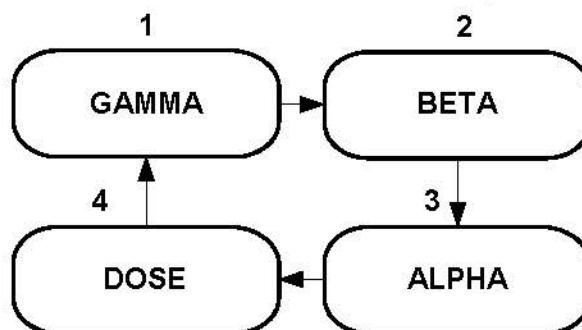
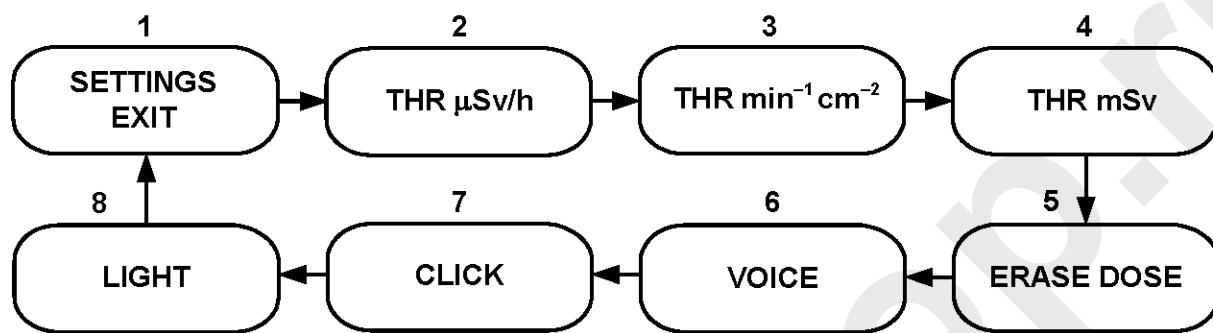

Рис. 2 Схема переключения режимов работы прибора
Рис. 3 - Схема переключения установок сигнализаций
- б) переключение режимов работы осуществляется кратковременным нажатием (менее 1 с) кнопки «MODE» согласно схеме представленной на Рис. 2;
в) При длительном (более 2 с) нажатии кнопки «**MODE**» в любом из режимов «**GAMMA**», «**BETA**», «**ALPHA**» или «**DOSE**» прибор переходит в меню установок (на дисплее - «**SETTINGS EXIT**»). Установки сигнализаций циклически меняются по кругу кратковременными (менее 1 с) нажатиями кнопки «**MODE**» согласно схеме представленной на Рис.3. Выход из меню установок в основное меню режимов работы (Рис.2) – длительное удержание кнопки «**MODE**» при индикации на дисплее «**SETTINGS EXIT**».
Включить питание прибора (однократно нажать и отпустить кнопку «**POWER**»). При длительном (более 2 с) нажатии кнопки «**MODE**» в любом из режимов «**GAMMA**», «**DOSE**» «**BETA**» или «**ALPHA**», прибор переходит в меню установок (Рис.3), и на дисплее первоначально индицируется «**SETTINGS EXIT**». Кратковременными нажатиями кнопки «**MODE**» установить в верхней строке дисплея режим установки «**VOICE**» (Рис.3). Режим речевого озвучивания измерения мощности дозы «**PERIODICAL**», «**MANUAL**» или «**OFF**» (на нижней строке) выбирается путём длительного удержания кнопки «**MODE**»:
ВНИМАНИЕ. В режиме «GAMMA» (при включённом «ручном» озвучивании - «MANUAL») кратковременное нажатие кнопки «MODE» включает только речевое сообщение (и подсветку дисплея), но не изменяет режимов работы прибора согласно Рис.2. Прибор постоянно находится
в режиме измерения «GAMMA». Выход в меню установок (Рис.3) - длительное удержание кнопки «MODE».
Включить питание прибора (однократно нажать и отпустить кнопку «POWER»). При длительном нажатии (более 2 с) кнопки «MODE» прибор переходит в меню установок (Рис.3). При индикации в верхней строке дисплея «CLICK» режим работы звуковой сигнализации интенсивности излучения («ON» или «OFF» в нижней строке) выбирается путем длительного удержания (более 2 с) кнопки «MODE»:
Включить питание прибора (однократно нажать и отпустить кнопку «POWER»). При длительном нажатии (более 2 с) кнопки «MODE» прибор переходит в меню установок (Рис.3). При индикации в верхней строке дисплея «LIGHT» длительность подсветки дисплея (в нижней строке) регулируется путем длительного удержания (более 2 с) кнопки «MODE»:
Включить питание прибора (однократно нажать и отпустить кнопку «POWER»). При длительном нажатии (более 2 с) кнопки «MODE» прибор переходит в меню установок (Рис.3). При индикации на дисплее «THR $\mu\text{Sv}/\text{h}$ » путем длительного удержания (более 2 с) кнопки «MODE» прибор переключается в подменю установки порога сигнализации мощности дозы и на дисплее индицируется «9999.9 $\mu\text{Sv}/\text{h}$ ».
Включить питание прибора (однократно нажать и отпустить кнопку «POWER»). При длительном нажатии (более 2 с) кнопки «MODE» прибор переходит в меню установок (Рис.3). При индикации на дисплее « $\text{THR min}^{-1} \text{cm}^{-2}$ » путем длительного удержания (более 2 с) кнопки «MODE» прибор переключается в подменю установки порога сигнализации плотности потока бета-частиц и на дисплее индицируется «99999 $\text{min}^{-1} \text{cm}^{-2}$ ».
Включить питание прибора (однократно нажать и отпустить кнопку «**POWER**»). При длительном нажатии (более 2 с) кнопки «**MODE**» прибор переходит в меню установок (Рис.3). При индикации на дисплее «**THR mSv**» путем длительного удержания (более 2 с) кнопки «**MODE**» прибор переключается в подменю установки порога сигнализации интегральной дозы и на дисплее индицируется «**999.999 mSv**».
Сброс (обнуление) интегральной дозы осуществляется в подменю установок (Рис.3) длительным (более 2с) двойным нажатием кнопки «**MODE**» при индикации на дисплее «**ERASE DOSE**».
- перезапустить режим «**BETA**» прибора кнопкой «**MODE**» (см. Рис. 2) и при достижении статистической погрешности менее 20%, зафиксировать среднее фоновое показание дисплея N_Φ , част./($\text{мин}\cdot\text{см}^2$);